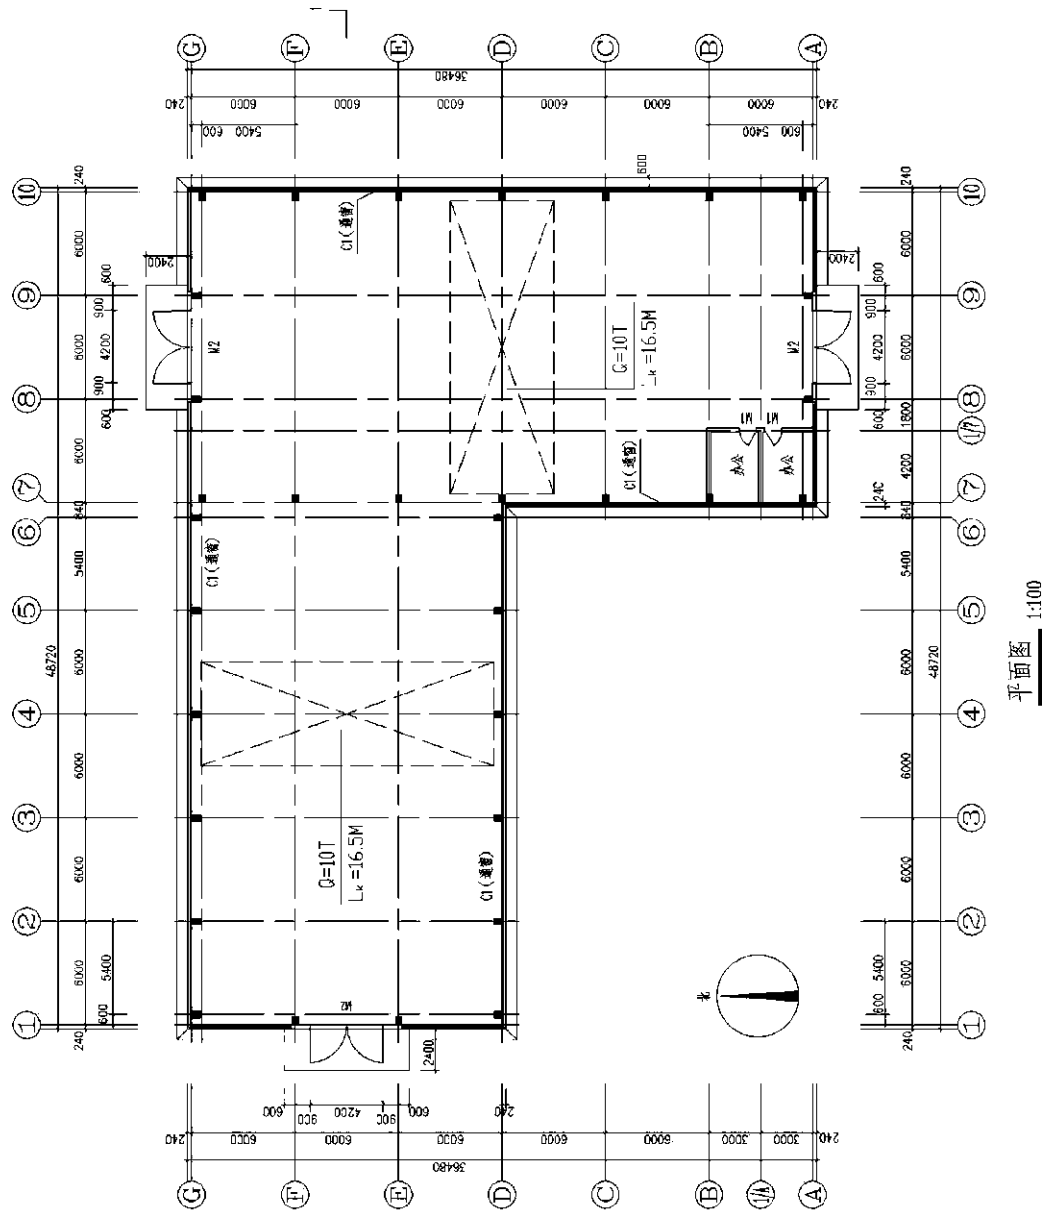

图 3-65 单层厂房平面图
1. 绘制如图 3-65 所示的单层厂房平面图(参考数据:设定柱子 400 mm×500 mm,散水宽度 600 mm,C1 通窗,M1 门宽 1000 mm、门垛 120 mm)。